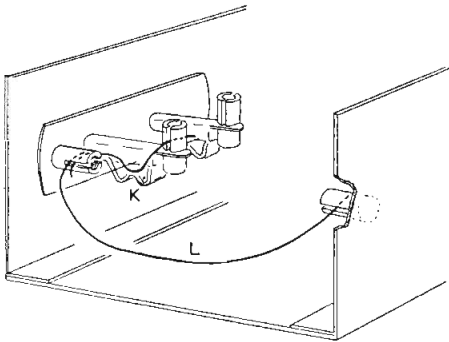

Fig. B19
16. Leg aan de onderzijde van het toestelletje de twee **leidingen**, die in figuur B19 met de letters **K** en **L** zijn gemerkt. Nu komen de **weerstand** en de **diode OA 79** aan de beurt. De crèmekleurige weerstand is voorzien van kleurringen, die een zekere (elektrische) waarde aanduiden. Denk er om, dat deze weerstand niet door elke willekeurige andere kan worden vervangen. De zwarte diode is gemakkelijk te herkennen, vooral aan de opdruk: **OA 79**.